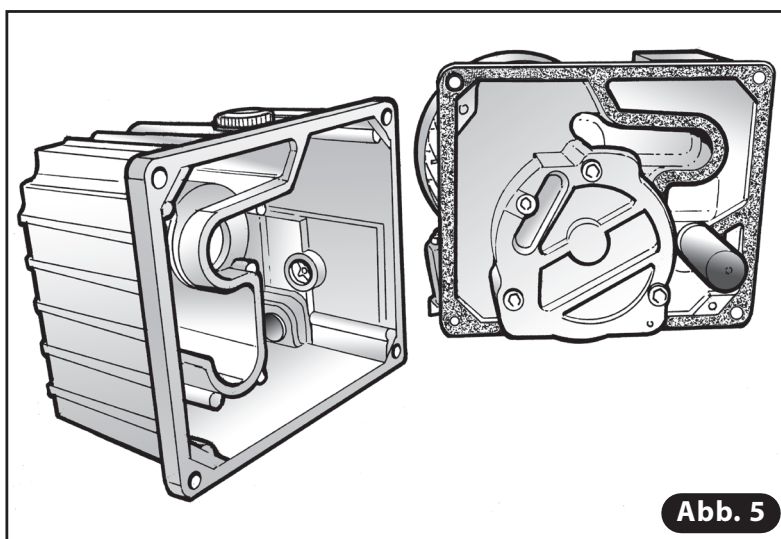

Abb. 5
- 4) Alle Teile des Tanks sorgfältig reinigen, dazu einen Lappen verwenden, der mit Öl derselben Sorte getränkt ist, wie in der Pumpe verwendet wird (**Abb. 5**).